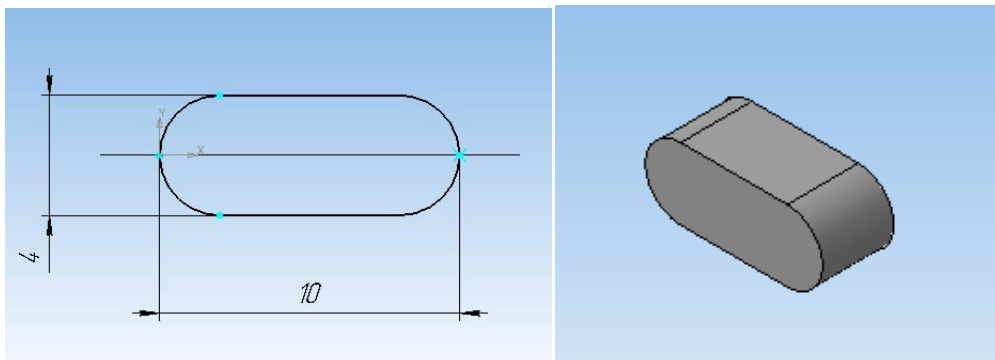

Рисунок 114.
3. Разрушите и отредактируйте эскиз, получив контур шпонки (рисунок 114).